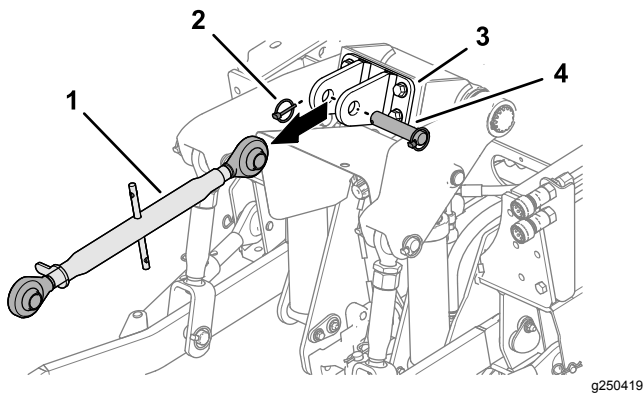

Bild 19
- Falls vorhanden, Klappstecker, Lastösenbolzen und oberer 3-Punkt-Lenker von der Oberlenkerhalterung entfernen (**Bild 19**).